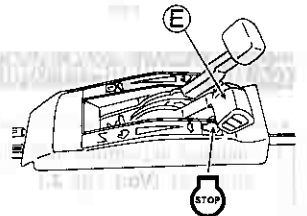

Fig. 14.
2 Placez la Manette des gaz (E) sur "STOP". (Voir Fig. 14.)